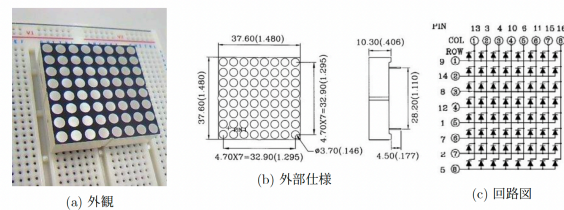

図 1: LED マトリクス
1.1 図 1 の電子部品（LED マトリクス TOM-1588BH-B）を次のような点から調べなさい。